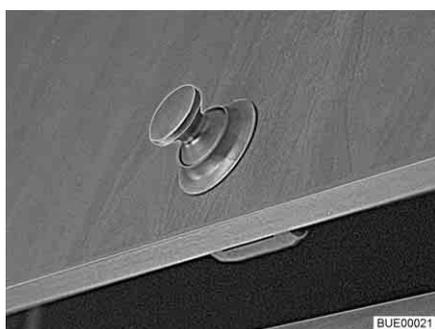
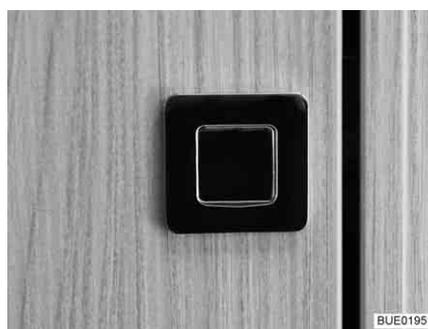

Fig. 44 Sportello del mobile con bottone automatico rotondo
Fig. 45 Sportello del mobile con bottone automatico rettangolare
- Esercitare una pressione sulla parte interna della serratura. Il bottone automatico (Fig. 44 o Fig. 45) scatta all'infuori.